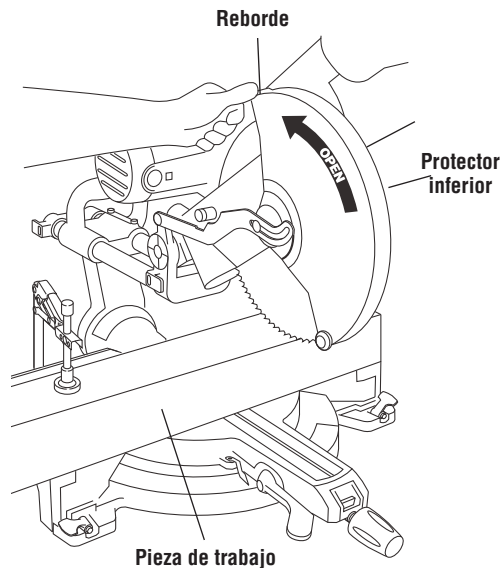

Figura 18. Subida del protector inferior
- La pieza de trabajo debe sujetarse firmemente con abrazaderas. Esto deja libre una mano para subir el protector por el reborde lo suficiente para que no toque la pieza de trabajo (Figura 18).